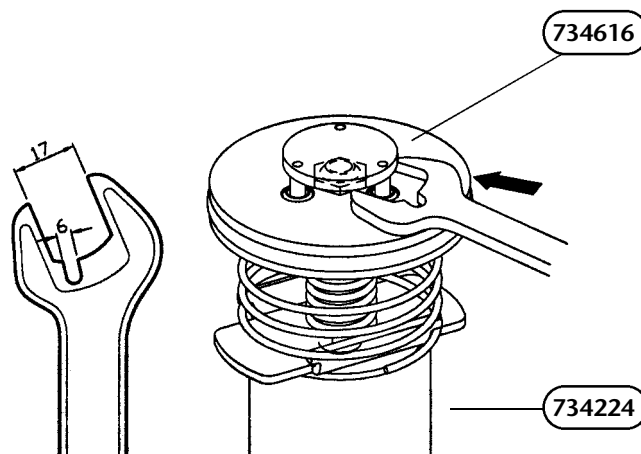

Fig. 9
4. Use a prepared 17mm wrench (see fig. 9) to disassemble the inverting set (734616).
4. Desenroscar el conjunto inversor (734616) con una llave fija de 17mm preparada (Fig. 9).